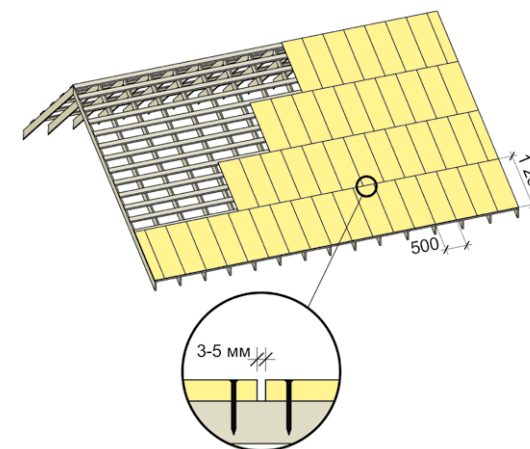

Рис. 5. Укладка сплошного основания из плит ОСП-3 или фанеры ФСФ по обрешётке.
3.1.3 Плиты необходимо разрезать и крепить в разбежку как показано на рис. 5.